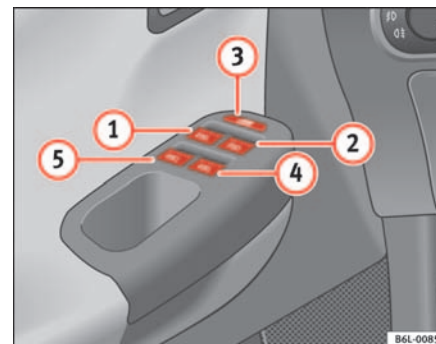

Fig. 52 Detalle de la puerta del conductor: mandos para las ventanillas delanteras y traseras
Las teclas ⇒ página 89, fig. 52 ① y ② tienen dos posiciones para la apertura de las ventanillas y otras dos para el cierre. De este modo es más fácil controlar las operaciones de apertura y cierre.